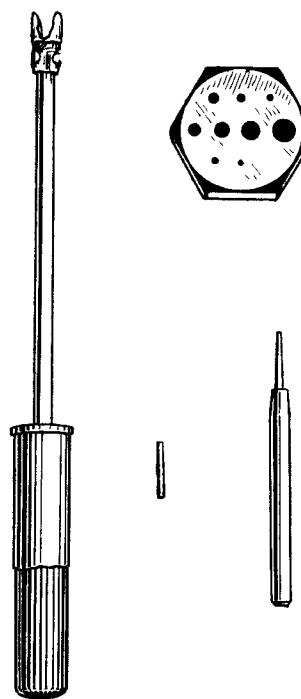

Рис. 20. Слева — ключ для поворота ауслэзерных винтов пианино; справа — часовая наковальня для штифтования, пuhanсон и выбитый штифт
3) Специальный ключ с левой резьбой на 7 мм для вытаскивания остатков сломавшихся колков; ауслэзерный ключ и наковальня для штифтования (см. рис. 20).